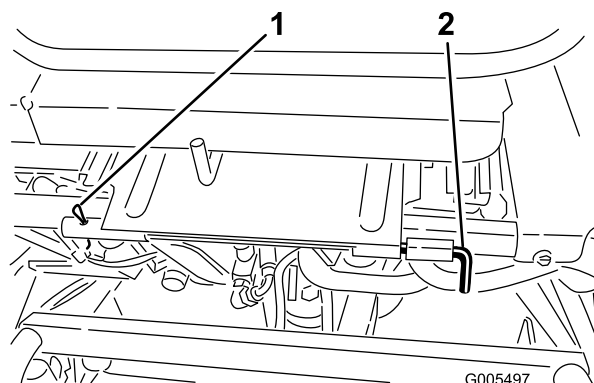

Figura 9
8. Montate gruppo sedile in posizione di servizio (Figura 9), installate il fusso a snodo del sedile e la spina.